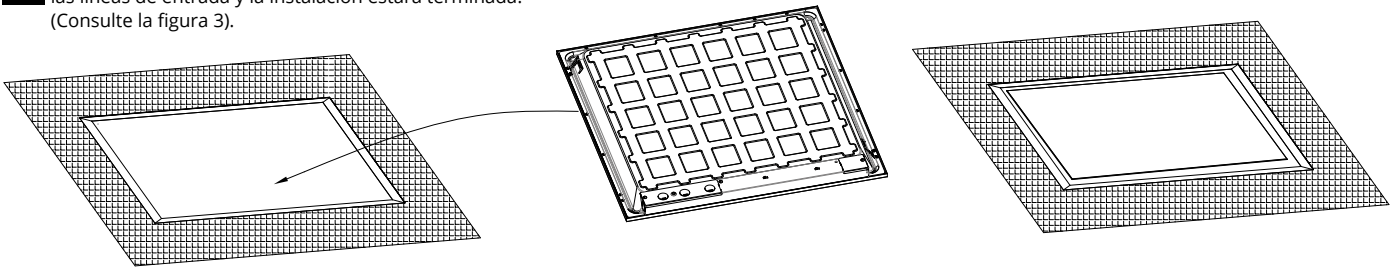

Figura 3
**3** Coloque la luminaria en el conjunto de brida, conecte las líneas de entrada y la instalación estará terminada. (Consulte la figura 3).